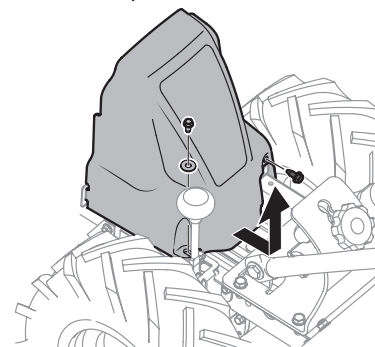

Figure 21
3. Retirez le boulon (1/4-20 x 0,500) et la rondelle plate (0,28 x 0,74 x 0,500) à gauche du couvercle de courroie et le boulon (1/4-20 x 0,500) à droite du couvercle de courroie. Retirez le couvercle de courroie. Voir Figure 21.